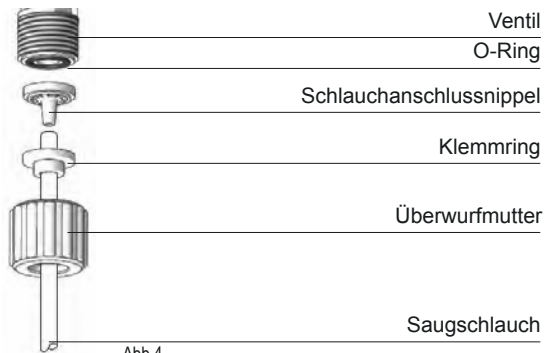

Abb.4
- Schieben Sie den Schlauch durch die Überwurfmutter und den Klemmring auf den Schlauchanschlussnippel, wie in der Abb. 4 gezeigt. Achten Sie darauf, dass der Schlauch bis zum Anschlag auf den Schlauchanschlussnippel geschoben ist.